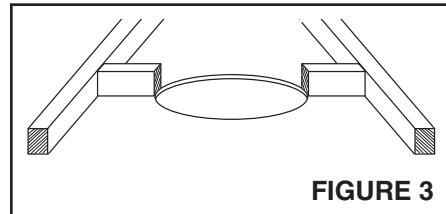

FIGURE 3
Consultez la figure 3.
4. Consultez la figure 3. Fixez de petits morceaux de bois de 1 x 3 po (2,5 x 7,6 cm) (3/4 po/1,9 cm nominal) aux solives de chaque côté de l'ouverture. Laissez environ 13 mm (1/2 po) au-dessus du plafond afin que la bride du boîtier de la chaufferette puisse glisser sous les cales. Si l'espacement des solives est de plus de 40,6 cm (16 po) centre à centre, coupez deux cales de bois de 2 x 4 po (5 x 10 cm) pour les placer entre le boîtier et les solives.